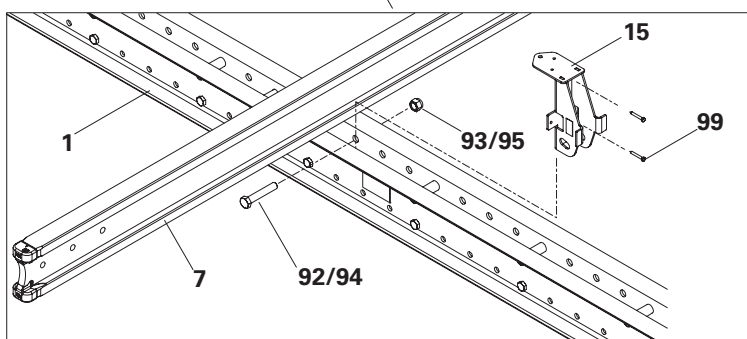

Fig. C3.04a
2. Inserire i bulloni (92/94) nei fori della guida del sistema di ripresa o nel montante parapetto di protezione e nell'adattatore (15). Fissare i bulloni con i dadi (93/95). (Fig. C3.04a)